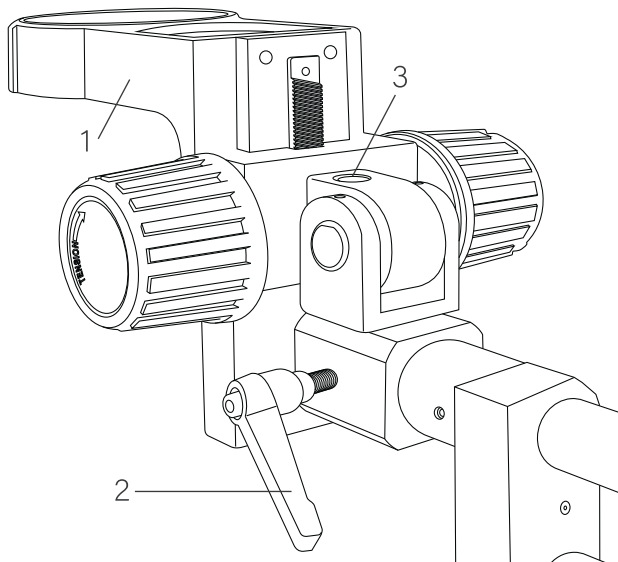

Рис. 8.
• Установите кронштейн оптической головки, рисунок 8. Для этого:
- Ослабив винт 3 (рис. 8) можно наклонить оптическую головку на 180 град. вперед/назад.
- Рукоятка 2 (рис. 8) освобождает вращение головки вокруг продольной оси на 360 град.